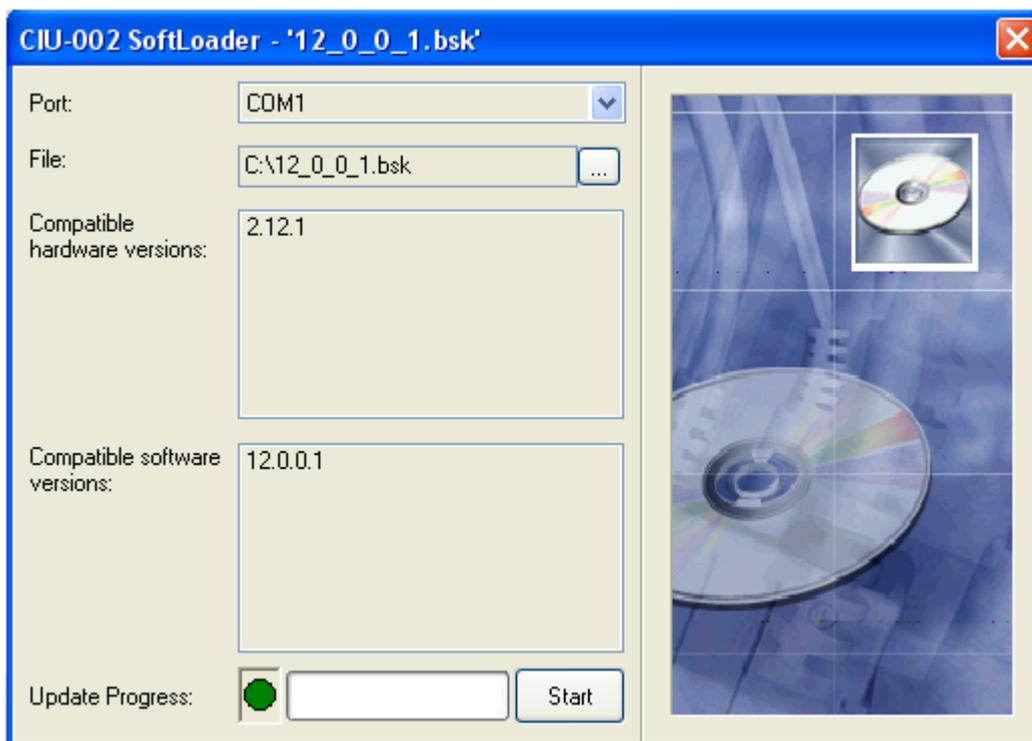

Рисунок 4.5.1
- д) запустите на своем компьютере программу «**CIU002_SoftLoader**» (рис. 4.5.1). Выберите последовательный порт компьютера к которому подключен прибор;